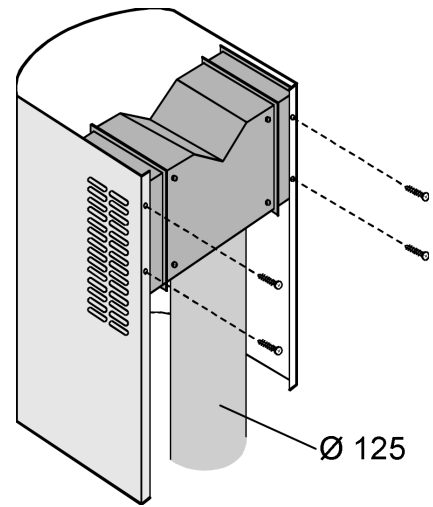

fig. 15
4. Positionnez et fixez le déflecteur à l'aide des 4 vis sur la cheminée supérieure (fig. 15).
5. Raccordez un tuyau souple en matière autoextinguible de Ø 125 mm au déflecteur (fig. 15).